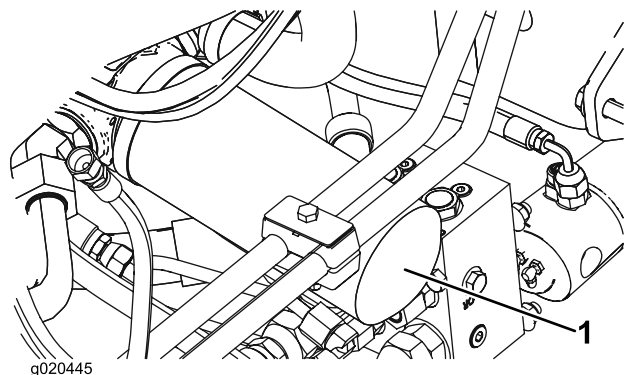

Figura 100
2. Limpe a zona em torno das áreas de montagem do filtro. Coloque um recipiente de escoamento debaixo do filtro e retire o filtro (Figura 100).